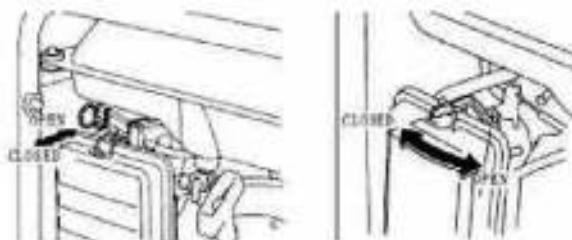

Рис. 5
3. Переведите рычаг заслонки в положение |↓| «Запуск» (только при холодном двигателе)(Рис. 5).